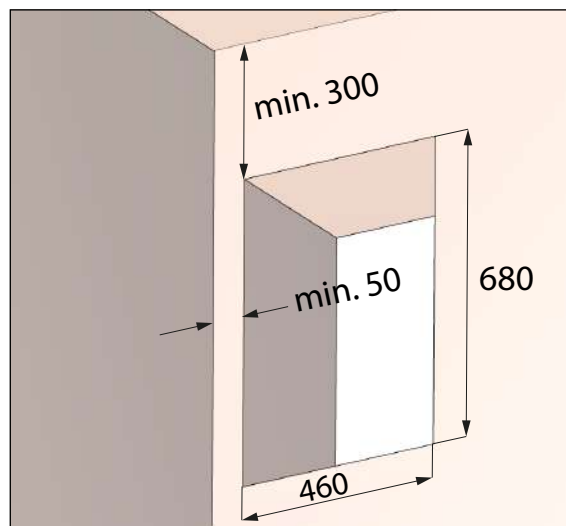

Fig. 10: Apertura del muro per set di montaggio **con** elemento di riempimento, misure in millimetri
- Apertura del muro completa (vedere la Fig. 10) per set di montaggio **con** elemento di riempimento M-WRG-II M/Fü
- Apertura del muro completa (vedere la Fig. 10 a pagina 20) per set di montaggio **con** elemento di riempimento M-WRG-II M/Fü